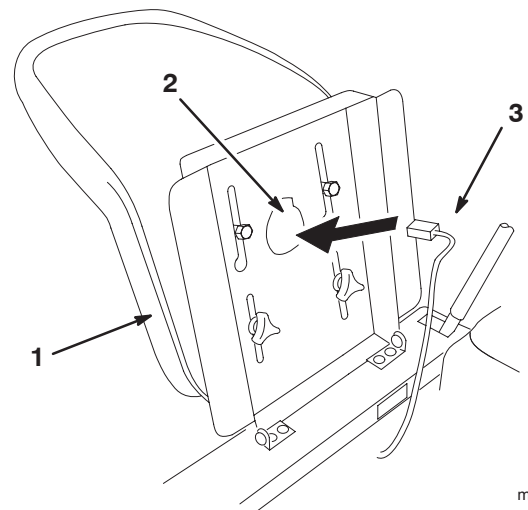

Figure 13
- Raccordez le faisceau de câblage au contacteur du siège sous le socle du siège, comme illustré à la Figure 13.